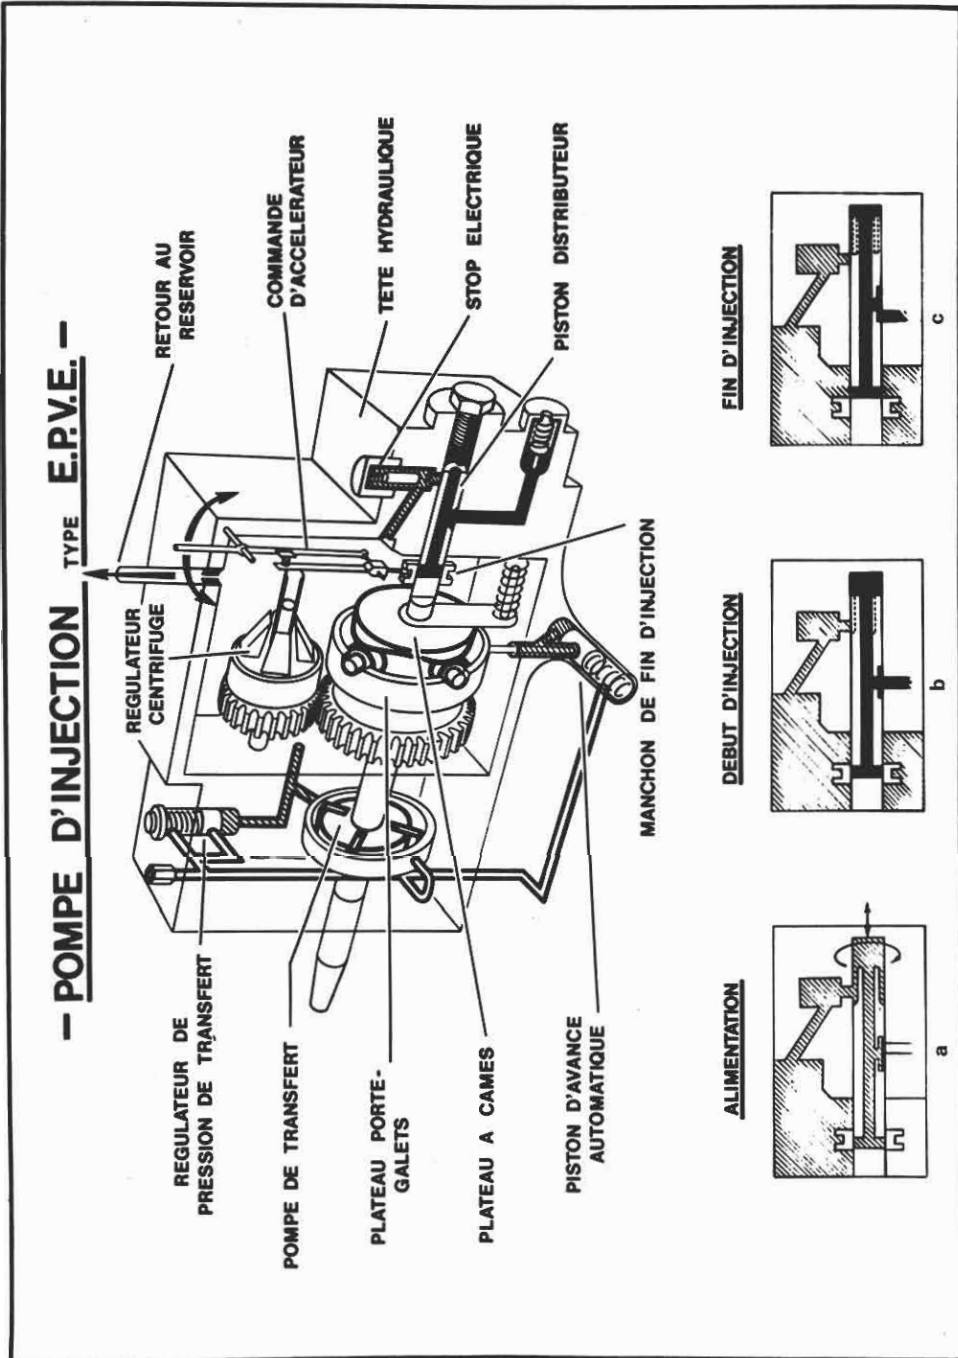

Fig. 30.9. (Document Bosch.)
**Exemple de fonctionnement** (document Bosch, figure 30.9) :